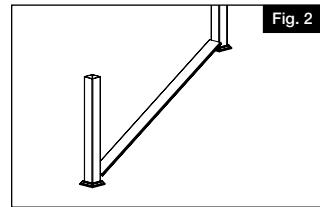

Fig. 2
- b. Coloque temporalmente un tablón de 5/4" (3,18 cm) a la huella del peldaño para determinar el espacio entre la saliente de los peldaños y el travesaño inferior (Fig. 2).